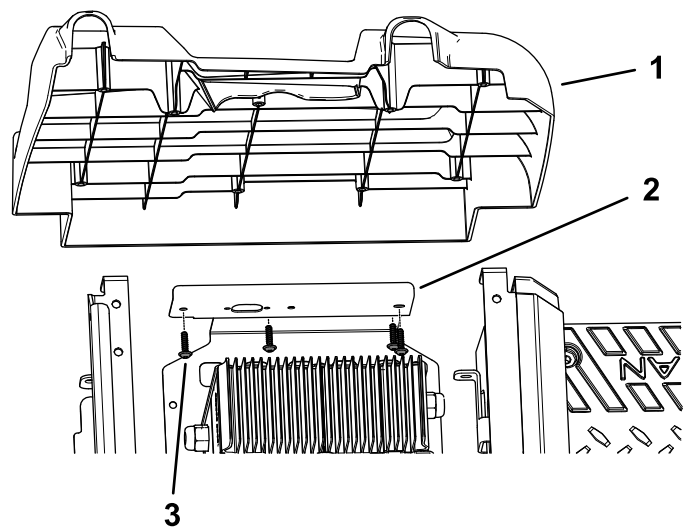

图 6
3. 卸下将充电器支架固定至左侧板的 4 个梅花头螺丝 M6.0 x 22mm 图 6。